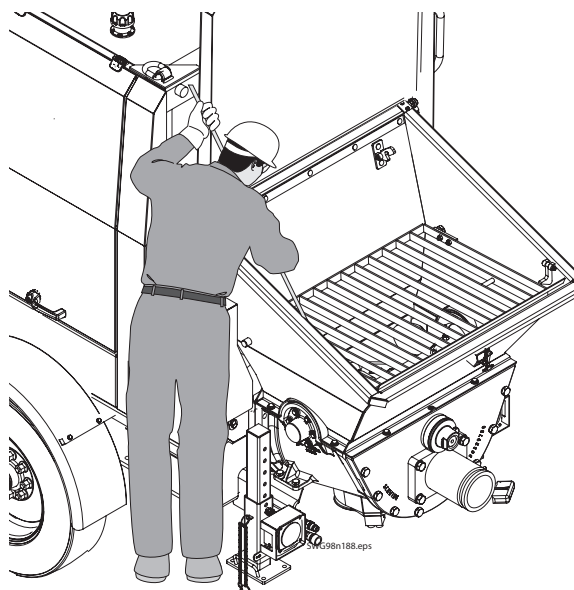

Figura 26
- Golpee el material que se haya fraguado en las esquinas de la tolva usando una pieza de acero de refuerzo u otra barra larga rígida (Figura 26). No retire la rejilla de la tolva para este procedimiento de limpieza. Se debe hacer este procedimiento con la rejilla de la tolva en su sitio. **No dedique demasiado tiempo a este procedimiento o el concreto tendrá tiempo de fraguar en la válvula oscilante y en los cilindros de material.**